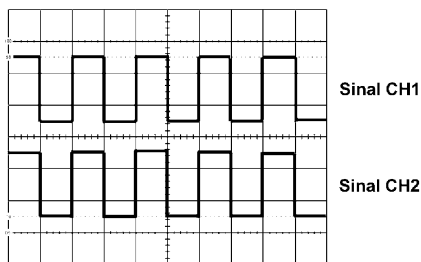

Figura 6-2
Como para CH1, conecte o sinal de calibração também ao CH2. Ajuste o acoplamento de entrada do CH2 para AC. Ajuste POSITION (20) e (24) para obter uma tela como mostrado na Figura 6-2.